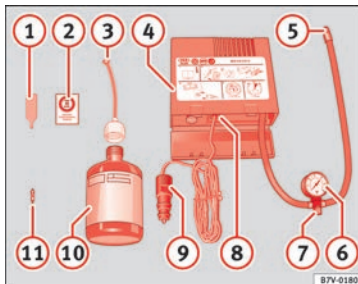

Abb. 67 Prinzipdarstellung: Bestandteile des Pannensets
- Ventilkegel und Ventileinsatz vom Reifenventil abschrauben. Verwenden Sie den Ventileinsatzdrehwerk »» **Abb. 67 1** zum Heraus-schrauben des Ventileinsatzes. Legen Sie den Ventileinsatz auf einem sauberen Untergrund ab.
- Reifendichtmittelflasche kräftig schütteln »» **Abb. 67 10**.
- Schrauben Sie den Einfüllschlauch »» **Abb. 67 3** auf die Dichtmittelflasche. Die
- Verschlussstopfen vom Einfüllschlauch »» **Abb. 67 3** entfernen und das offene Ende ganz auf das Reifenventil stecken.
- Ventileinsatz mit dem Ventileinsatzdrehwerk »» **Abb. 67 1** wieder in das Reifenventil schrauben.
- Reifenfüllschlauch »» **Abb. 67 5** des Luftkompressors fest auf das Reifenventil schrauben.
- Prüfen, ob die Luftablassschraube »» **Abb. 67 7** zuge dreht ist.
- Stecker »» **Abb. 67 9** in die 12 Volt-Steckdose des Fahrzeugs stecken »»  Seite 160.
- Luftkompressor mit dem EIN- und AUS-Schalter »» **Abb. 67 8** einschalten.